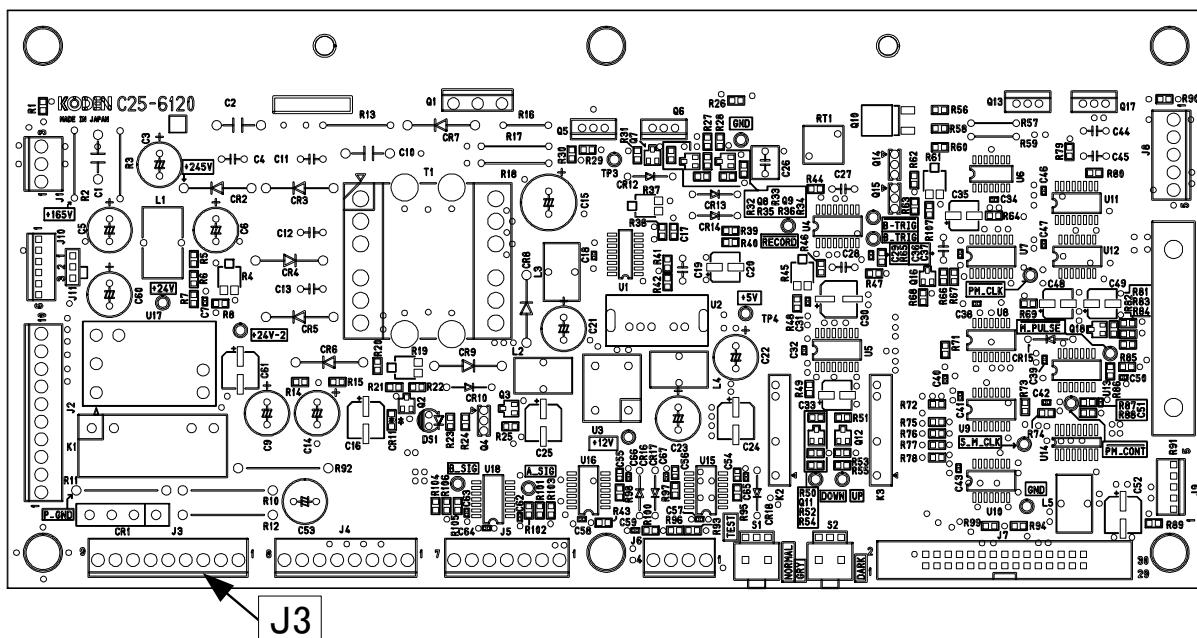

図 4.1 C25-6120 J3 配置説明図
4. テスターで測定した結果が、AC100V \pm 15V であれば正常です。それ以外の場合は、内部配線の異常です。（図 4.1 参照）